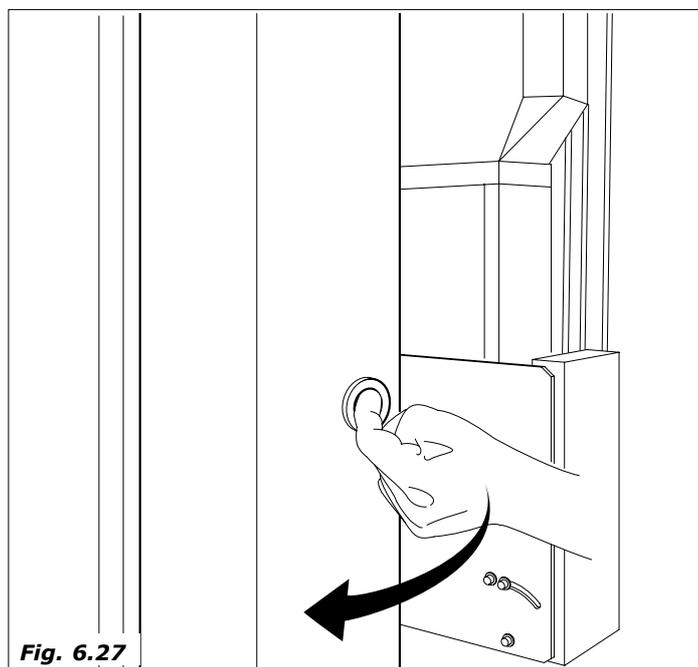

Fig. 6.27
- abrir la puerta de protección de la placa y el monedero (Fig.6.27)